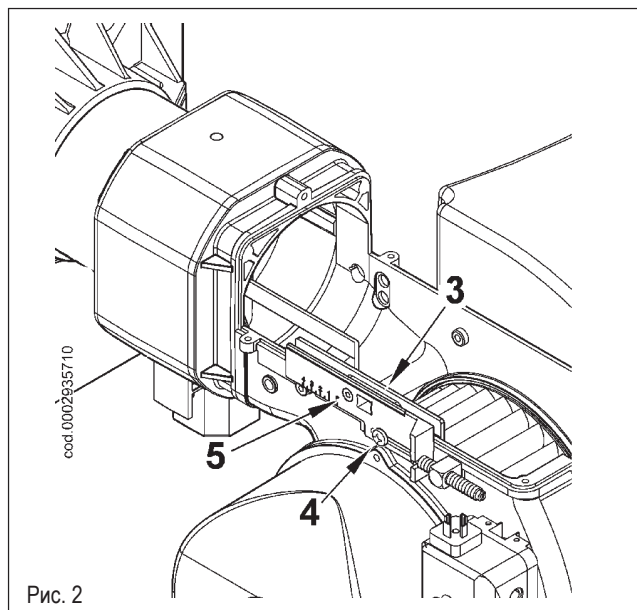

Рис. 2
- 2) Проверьте, чтобы подвижная пластина (3) была закреплена винтом (4). Это позволит поместить узел смесителя в то же положение, на которое он был ранее отрегулирован, после окончания технического обслуживания. Открутите винт (5), фиксирующий выдвижной шток узла к подвижной пластине (рисунок 2).